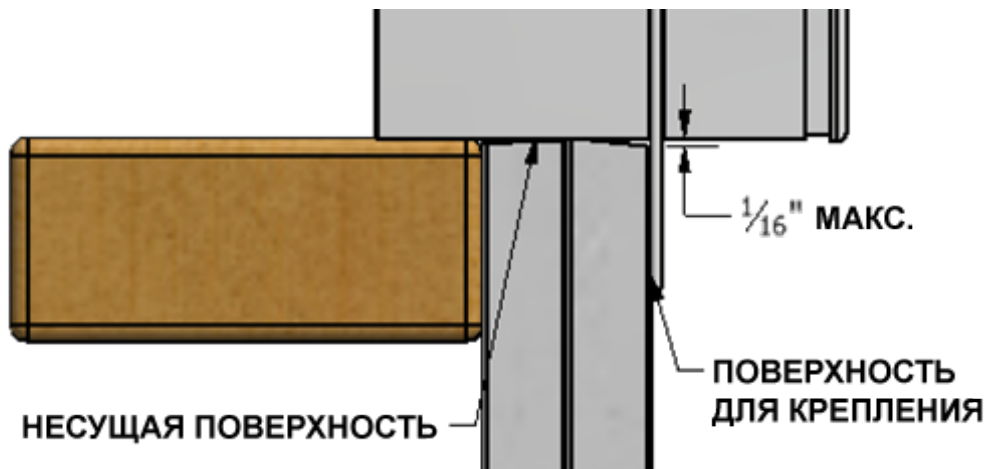

Рисунок 2. Приемлемые условия (ровность)
- а) Полностью поддерживающей считается несущая поверхность, на которую приходится масса подоконного лотка, которая является плоской и выровненной до 1/16" (1,59 мм). (См. рисунок 2)